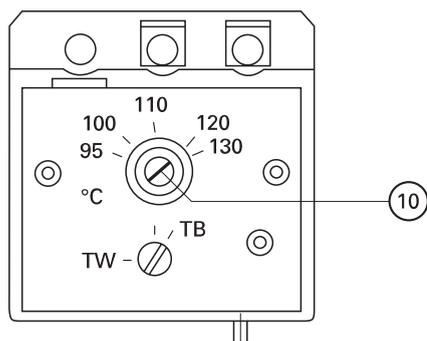

Fig. 16
3. Allentare la vite con intaglio (10) del termostato di sicurezza a riarmo manuale (vedi fig. 16), fino a quando la tacca della vite non indichi "110 °C", o "100 °C", (**non è più possibile** ruotarla nel senso opposto).